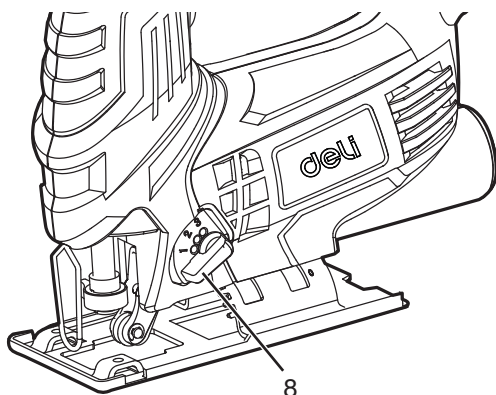

FIG.6
**Remarque :** Le métal ou les bois durs ne doivent jamais être coupés par l'action orbitale. Pour régler l'action de coupe, déplacez le bouton du commutateur orbital (8) entre les quatre positions de coupe : 0, 1, 2, et 3. La position 0 correspond à la coupe droite. Les positions 1, 2 et 3 sont des coupes orbitales. L'agressivité de la coupe augmente au fur et à mesure que l'on déplace le bouton de un à trois, trois étant la coupe la plus agressive. (Voir Fig. 6)